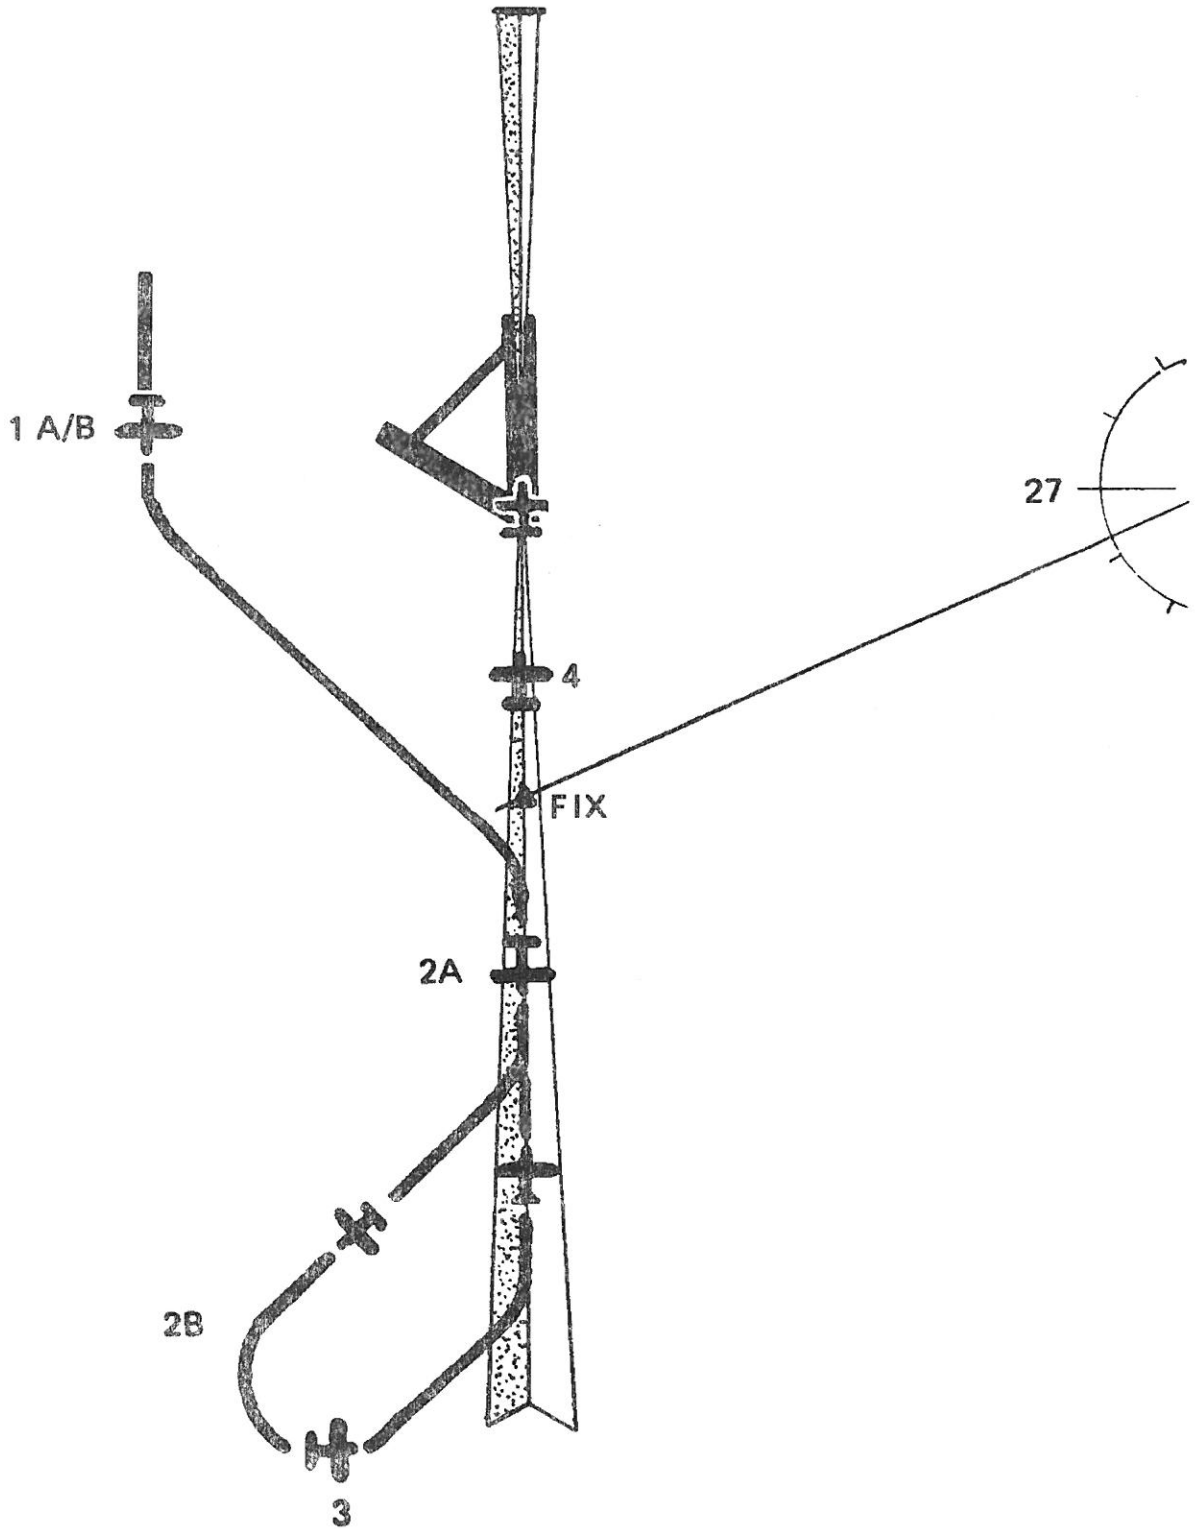

FIG. 15
**ILS APPROACH-- BACK COURSE (See Fig. 15)**